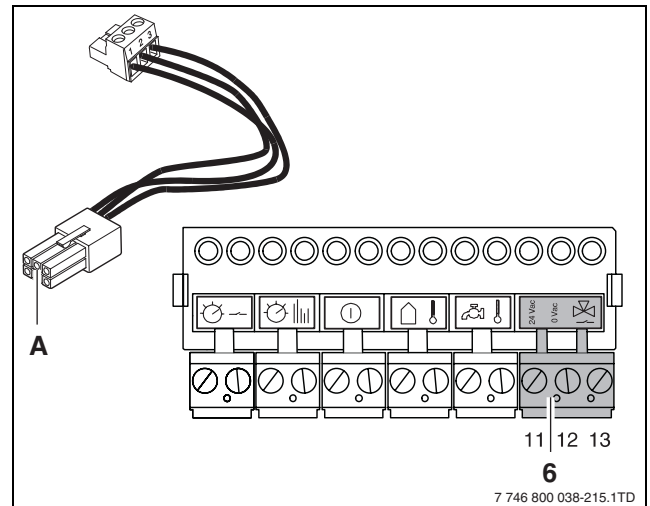

Fig. 33 Aansluitstrook – aansluiten driewegklep (turkoois)
- Sluit de driewegklep aan op de witte stekker van de aansluitstrook van het cv-toestel (fig. 33, **pos. 6**). Gebruik hiervoor de bij het cv-toestel meegeleverde adapterkabel (fig. 33, **pos. A**).